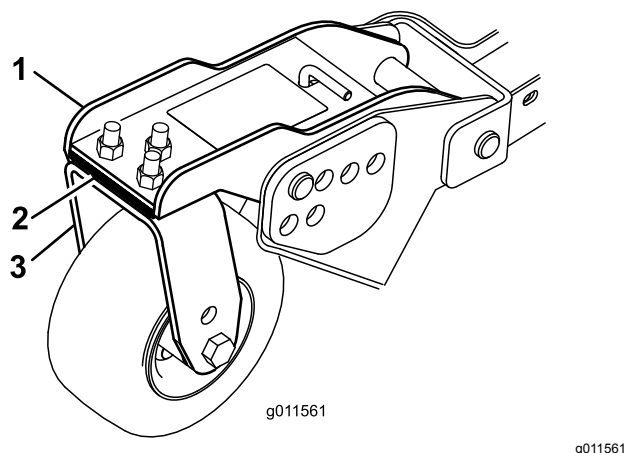

Figura 35
3. Ajuste los suplementos de 3 mm de las horquillas de las ruedas giratorias delanteras hasta que la altura de corte se corresponda con la marca de la pegatina (Figura 35).
3. Si el borde interior de la carcasa lateral está demasiado alto respecto al borde exterior de la carcasa delantera, retire un suplemento de la parte inferior del brazo interior delantero de la rueda giratoria en la carcasa lateral del cortacésped (Figura 35).